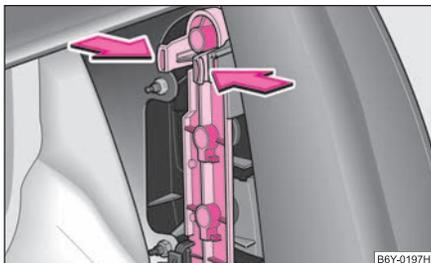

Abb. 180 Glühlampenträger ausbauen
- Befestigungslaschen im oberen Teil des Glühlampenträgers in Pfeilrichtung drücken und Glühlampenträger herausnehmen ⇒ **Abb. 180**.